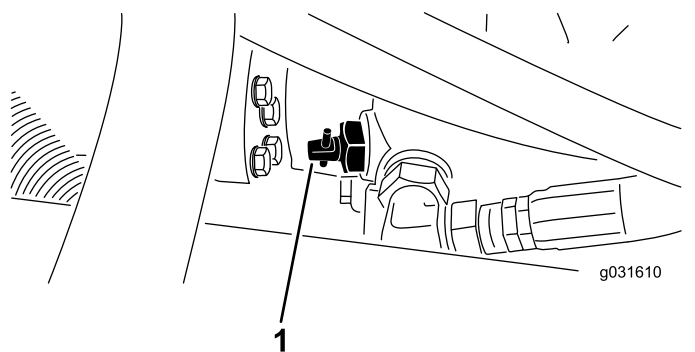

Figura 31
1. Individuate la valvola di bypass sulla pompa (Figura 31) e allentatela con una rotazione di 90° (1/4 di giro).